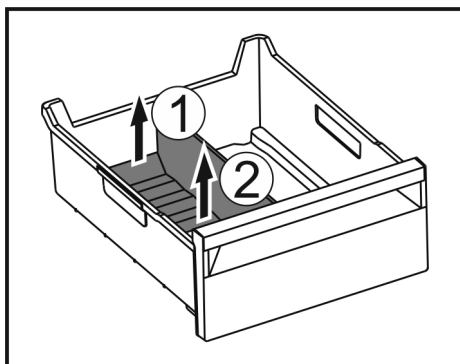

Fig. 145
- Dvignite zadnji del pregrade predala za led. Fig. 145 (1)
- Pregrado predala za led odstranite navzgor. Fig. 145 (2)